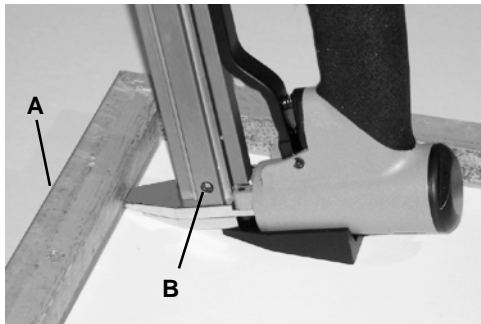

Figura 5
3. Haga descansar el zapato estabilizador en una superficie plana en el respaldo y empuje la nariz firmemente en contra del marco como se muestra en la Figura 5.